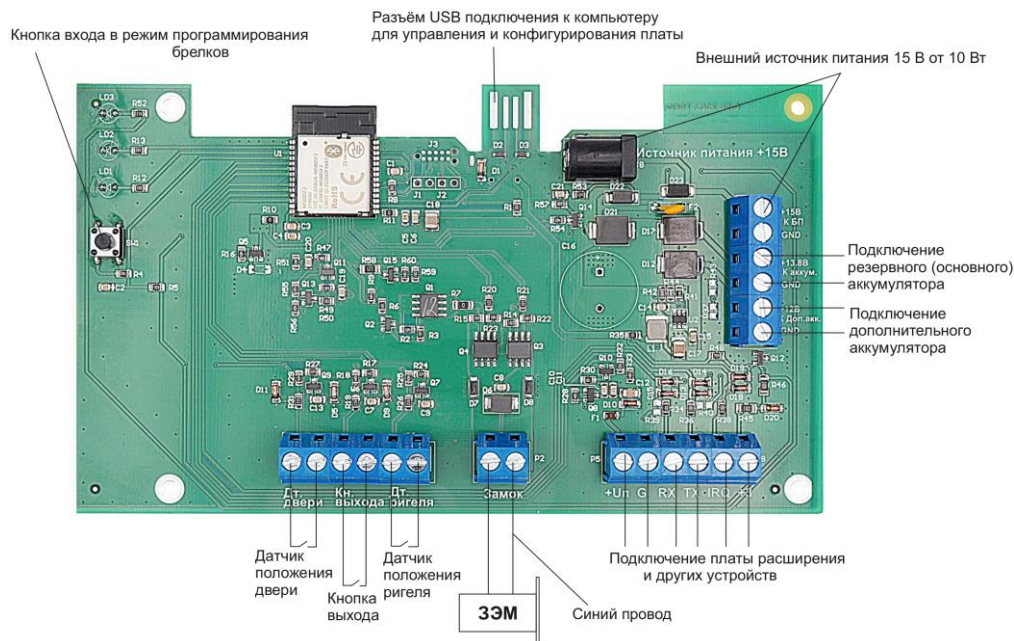

Рисунок 2. Вид платы БУЭ с описанием внешних подключений.
Внимание! Активация режима программирования **кнопкой на плате БУЭ** (рис.2) приводит к удалению всех ранее запрограммированных ключей после первого успешного программирования нового брелка. Все ключи необходимо запрограммировать заново.
1. Войти в режим программирования: нажать и удерживать кнопку на плате БУЭ (рис.2) до непрерывного свечения красного светодиода.
1. В соответствии со схемой подключения (рисунок 2) подключить к БУЭ датчик положения двери и ЗЭМ.
1. В соответствии со схемой (рисунок 2) подключить ЗЭМ к БУЭ.
1. В соответствии со схемой подключения (рисунок 2) подключить ЗМЭ к БУЭ.
Внимание! Проверить подключение **синего провода** от ЗЭМ строго согласно схеме, см. рис.2.